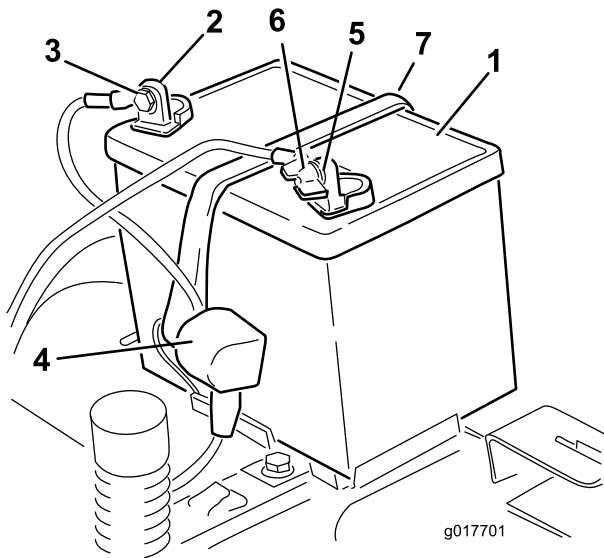

Figura 53
4. Desconecte el cable negativo de tierra (negro) del borne de la batería (Figura 53).
6. Desconecte el cable positivo (rojo) del borne de la batería (Figura 53).
7. Retire la correa de sujeción de la batería (Figura 53) y levante la batería para retirarla de su bandeja.
1. Coloque la batería en la bandeja (Figura 53).
5. Fije la batería con la correa de sujeción (Figura 53).